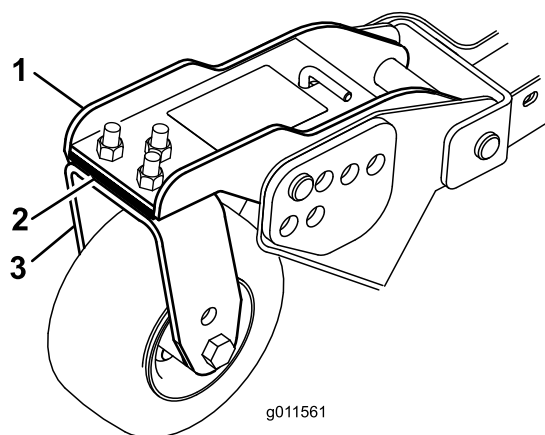

図 28
- 刈高がステッカー と合わない場合には、シム 3mm を前キャストアームに取り付けて調整する 図 28 。